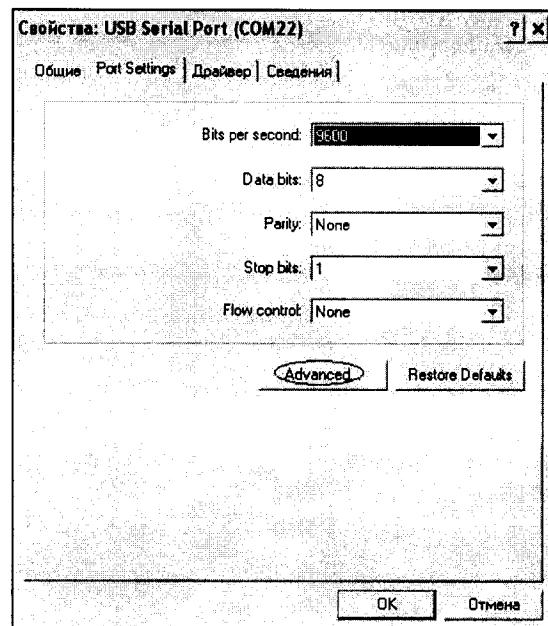
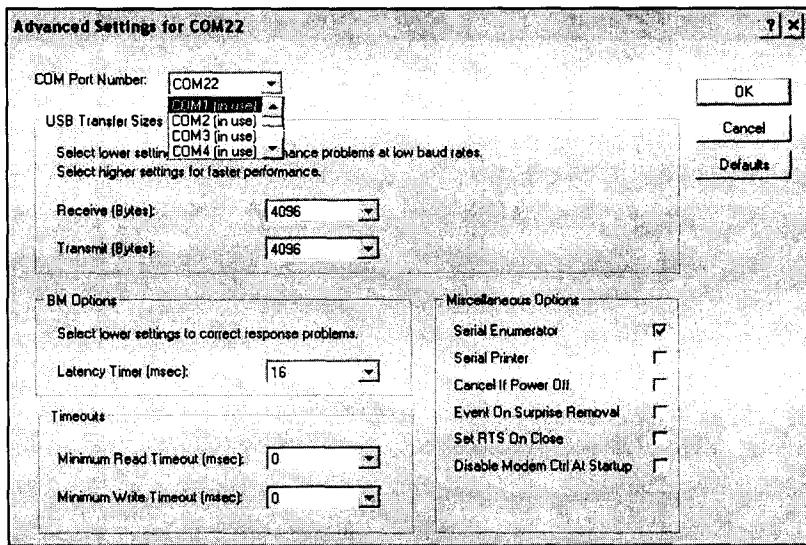

Рисунок 2.7 – Окно свойств USB-порта
Рисунок 2.8 - Дополнительные настройки драйвера
2.6.5.2.3 Перейти на вкладку «Параметры окна», нажать кнопку «Дополнительно» (рисунок 2.7) и в выпадающем списке «Номер Com- порта» выбрать «COM 1» (рисунок 2.8) и нажать кнопку «OK».